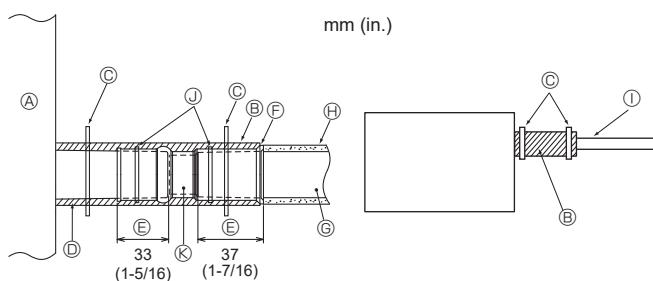

Fig. 4-3
- ⑦ Hasta 50 cm (19-11/16 in.)
1. Conecte el tubo de desagüe (suministrado con la unidad) al orificio de desagüe. (Fig. 4-3)
[Fig. 4-3]